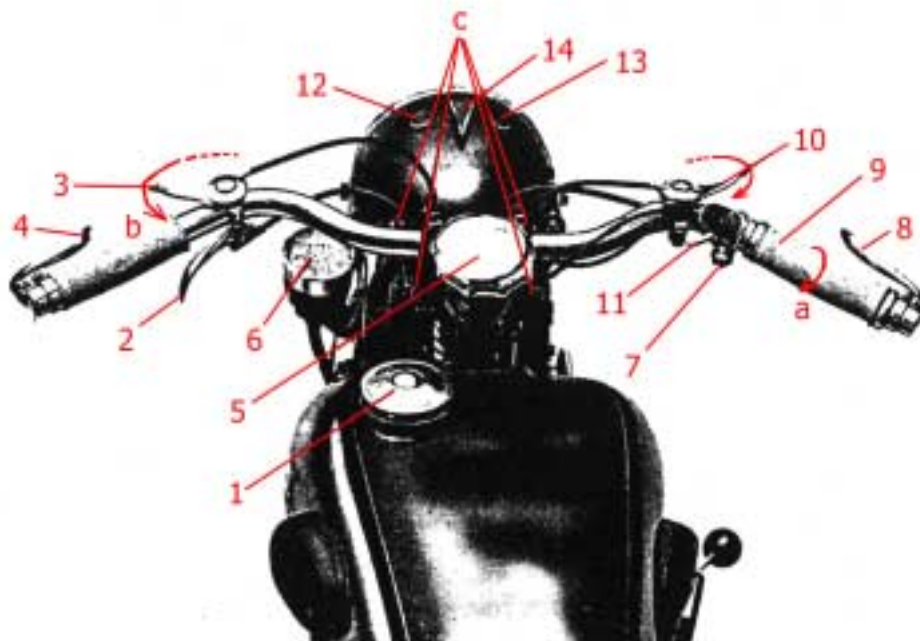

Abb. 4 – Draufsicht auf den Lenker
Die Betätigung der Kupplung erfolgt durch Bowdenzug vom linken Lenkerhebel 4 (Abb. 4) aus. Die einfache Demontage und Demontage der Kupplung ist auf Seite 26 beschrieben.
Die Vordergabel (Abb. 21) besitzt der hohen Geschwindigkeit entsprechende Schwingungs- und Fahreigenschaften. Die Federung erfolgt durch eine Druckschraubenfeder. Ein eingebauter Lenkungsdämpfer 5 (Abb. 4) sorgt für flatterfreie Fahrt. Die Schwinghebelbolzen sind nachstellbar gelagert.
Der Lenker (Abb. 4) ist verstellbar, die Bedienungshebel sind teilweise direkt in den Lenker eingebaut. Die Gasregulierung wird mit Drehgriff betätigt.
Das Motorrad verläßt die Fabrik in fahrbereitem Zustand, d.h. Getriebe und alle übrigen Schmierstellen, wie Naben der Laufräder, Federgabel etc. sind bereits mit Schmiermittel versehen (weitere Schmierung hat nach Angabe der Schmiertabelle Seite 19 zu erfolgen). Außer dem Aufladen der von der Fabrik aus ungeladenen zum Versand gelangenden Batterie ist nur noch Kraftstoff und Motorenöl aufzufüllen. Der Kraftstoffbehälter (Inhalt 11,5 Liter) ist durch den Schnellverschluss 1 (Abb. 4) mit Marken- Benzin- Benzol- Gemisch zu füllen. Man versäume dabei nicht, in jedem Fall das im Einfüllstutzen hängende Sieb zu verwenden, da dadurch Schmutz und Wasser zurückgehalten wird.
2. Hebel der Zündung 3 (Abb. 4) halb auf Spät- Zündung stellen.
4. Drehgriff für Gas 9 (Abb.4) sowie Hebel für Luftregulierung 10 (Abb. 4) etwa 1/4 öffnen. (Etwas nach innen drehen.)
6. Ventilheber 2 (Abb. 4) anheben und gleichzeitig Anwerfkurbel 1 (Abb. 19) kräftig hinuntertreten; dabei den Ventilheber noch während der Abwärtsbewegung der Anwerfkurbel loslassen. Ist der Motor auf diese Weise in Gang gesetzt, so ist die Drehzahl durch Zurückgehen mit dem Drehgriff und Öffnen des Lufthebels so zu regulieren, daß der Motor ganz langsam und gleichmäßig läuft. Man läßt so den Motor einige Minuten auf dem Stand laufen, bis er etwas warm geworden ist. Dadurch wird auch das Öl erwärmt und dünnflüssiger, so daß es leicht durch die kleinsten Kanäle und Düsen den Schmierstellen zufließen kann. Die kalte Maschine sofort mit hohen Drehzahlen laufen lassen, schadet dem Motor sehr und kann unter Umständen zu Schäden an Kolben und Zylinder führen.
7. Nun wird auf dem Sattel Platz genommen, der am linken Lenkergriff befindliche Kupplungshebel 4 (Abb. 4) gezogen und der I Gang eingeschaltet. Bei Handschaltung: Durch Hochziehen des Handschalthebels in Raste I (s. Abb. 8). Bei Fußschaltung: Durch Hinuntertreten des Fußschalthebels bis zum Anschlag (s. Abb. 9).
Sollte sich der Gang nicht leicht einschalten lassen, ist es nur nötig, die Maschine etwas hin- und herzuschieben oder aber ganz kurz halb einzukuppeln, um die Klauen in Eingriff zu bringen. Jetzt wird der Kupplungshebel 4 (Abb. 4) unter gleichzeitigem mehr Gasgeben langsam und gleichmäßig losgelassen und hierdurch ein weiches und stoßfreies Anfahren erzielt.
Man merke sich, dass beim Hinaufschalten– also IV–III–II–I Gang – die Gasstellung belässt, damit sich die jeweiligen Umlaufgeschwindigkeiten der die Einstellung der Stoß- und Lenkungsdämpfer ist den jeweiligen Straßenverhältnissen anzupassen. Durch stärkeres Anziehen des Drehknopfes 5 (Abb. 4) zum Lenkungsdämpfer wird bei größeren Geschwindigkeiten ein flatterfreies Fahren erreicht. Über das Nachstellen des Stoßdämpfers siehe Seite 27.
Die Vorderradbremse wird durch Bowdenzug vom rechten Lenkerhebel 8 (Abb. 4) betätigt. Auf die Hinterradbremse wirkt der linke Hackenbremshebel. Bei starkem Gefälle Gashebel schließen, Hand- und Fußbremse gleichmäßig benutzen und kleineren Gang einschalten, wobei der Motor als Bremse wirkt.